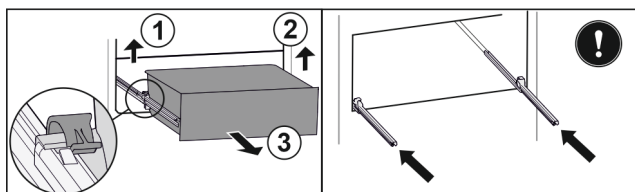

Fig. 40
- Linke Klemme anheben und gleichzeitig Schubfach links nach vorne ziehen. Fig. 40 (1)
- Rechte Klemme anheben und gleichzeitig Schubfach rechts nach vorne ziehen. Fig. 40 (2)
- Schubfach nach vorne entnehmen. Fig. 40 (3)